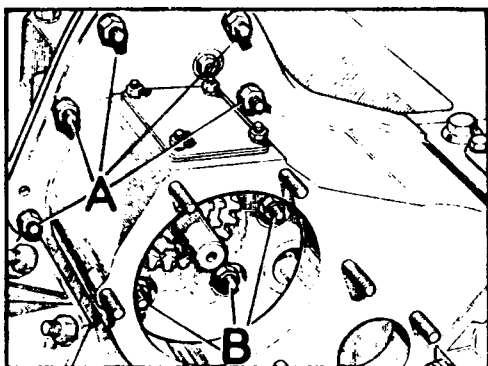

Fig. C1-30 Tuercas de fijación de la caja reductora a la de velocidades
8. Soltar los elementos de fijación, A y B (Fig. C1-30) y separar la caja reductora de la caja de velocidades.
- 2.2. Montar la caja reductora a la de velocidades, encajando las espigas de posición - y fijarla por medio de sus elementos, A y B (Fig. C1-30), apretando a una tensión de 2 á 3 mkg.